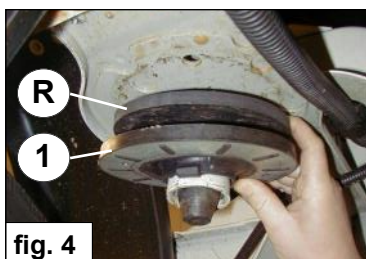

fig. 4
5. Monteer het rubber R (1 of meer) boven het originele veerrubber 1 en monteer de hoofdveer 2 met daarin de hulpveer C. Zie fig. 4. Zorg er voor dat de hoofdveer 2 onder goed in zijn slot staat en draai het rubber 1 goed op de hoofdveer.
5. Fit the rubber R (1 or more) on top of the original spring seat 1 and mount the main spring with the auxiliary spring C. See fig. 4. Take care that the main spring is standing correctly in his lock at the bottom side and turn the spring seat 1 correctly on the main spring.
5. Montieren Sie das Gummi R (1 oder mehr) oben den originale Federteller 1 und montieren Sie Hauptfeder 2 zusammen mit die Hilfsfeder C. Ziehe Fig. 4. Achten Sie darauf dass die Hauptfeder 2 richtig in dem Federsloßen geht (oben und unter).
5. Montez le caoutchouc R sur le caoutchouc d'origine 1 et montez le ressort principal 2 avec, à l'intérieur, le ressort auxiliaire C. Voir fig. 4. Veillez à ce que le ressort principal 2 vienne correctement se loger dans son emplacement et tournez correctement le caoutchouc 1 sur le ressort principal.